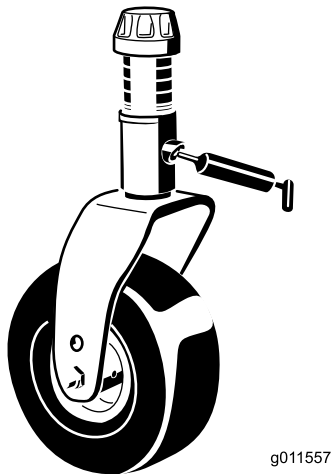

Figura 19
- Casquillos (4) del eje de la horquilla de las ruedas giratorias (Figura 19).